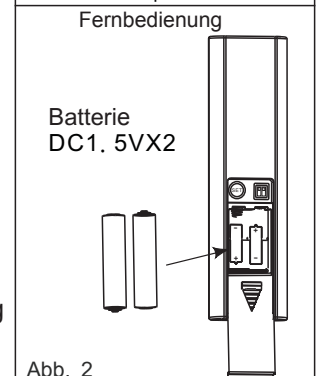

Abb. 2
1. Verwenden Sie 2 1,5 V / AAA-Batterien, um die Batterie zu ersetzen. (Abb. 2)